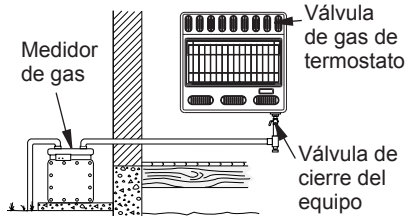
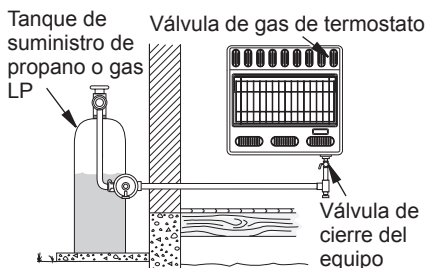

Figura 17 - Revisión de las uniones de gas para gas natural
Figura 18 - Revisión de las uniones de gas para propano o gas LP
3. Revise todas las uniones entre el medidor de gas, si usa gas natural (consulte la figura 17), o entre el tanque de suministro de propano o gas LP, si usa este tipo de gas, y la válvula de cierre del equipo (consulte la figura 18). Aplique en todas las uniones algún líquido para detectar fugas que no sea corrosivo. La formación de burbujas indicará una fuga.
4. Revise todas las uniones entre la válvula de cierre del equipo y válvula de gas del termostato (consulte la figura 17 o 18). Aplique en todas las uniones algún líquido para detectar fugas que no sea corrosivo. La formación de burbujas indicará una fuga.